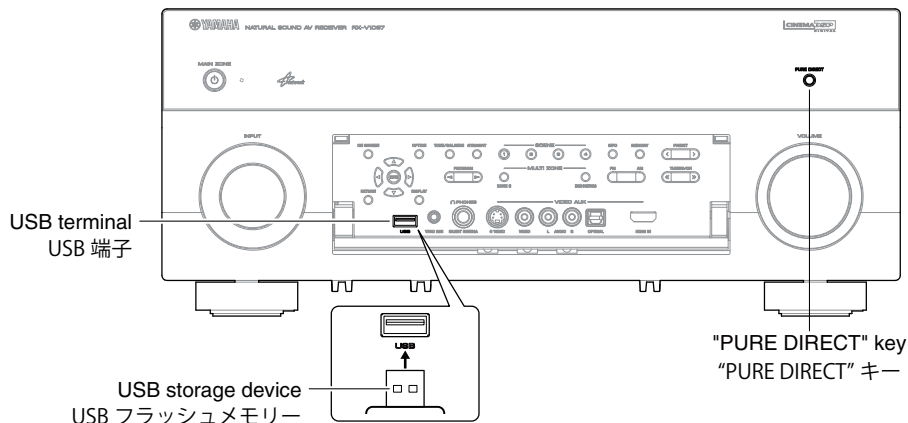

Fig. 1
1. Insert the USB storage device to the USB terminal located on the front panel of this unit. (Fig. 1)
2. While pressing the "PURE DIRECT" key of this unit, connect the power cable of this unit to the AC outlet. (Fig. 1)
1. 本機の USB 端子に USB フラッシュメモリーを差し込みます。(Fig. 1)
2. 本機の "PURE DIRECT" キーを押しながら、本機の電源コードを AC コンセントに接続します。(Fig. 1)
6. Remove the USB storage device from the USB terminal located on the front panel of this unit. (Fig. 1)
6. 本機の USB 端子から USB フラッシュメモリーを抜きます。(Fig. 1)